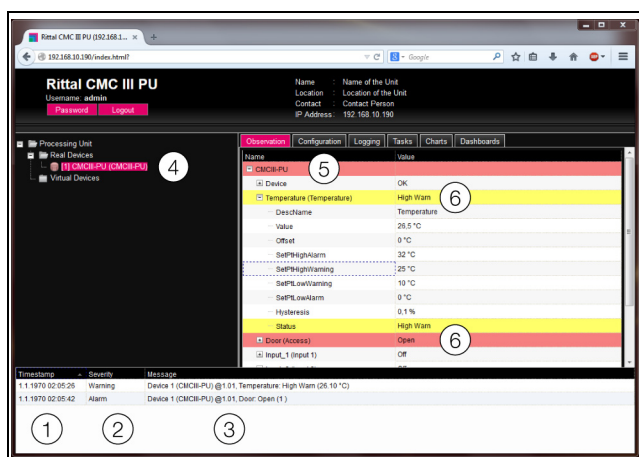

Imagen 30: Estructura de la indicación de notificación
1. Timestamp: Fecha y hora, cuando se ha producido el error (imagen 30, pos. 1).
2. Severity: Gravedad del error ocurrido. Se distinguen diferentes advertencias («Warning») y alarmas («Alarm») (imagen 30, pos. 2).
3. Message: Indicación de errores en forma de texto (imagen 30, pos. 3).
- Zona izquierda (zona de navegación): El símbolo del componente que presenta un error cambia a color rojo en la zona de navegación cuando se trata de una indicación de alarma y a color amarillo en caso de indicación de advertencia (imagen 30, pos. 4).
- Zona derecha (zona de configuración): En la pestaña **Observation** tanto el componente como el parámetro especial, para el cual se ha generado la advertencia o la alarma, cambia a color rojo o amarillo (imagen 30, pos. 5 y 6).